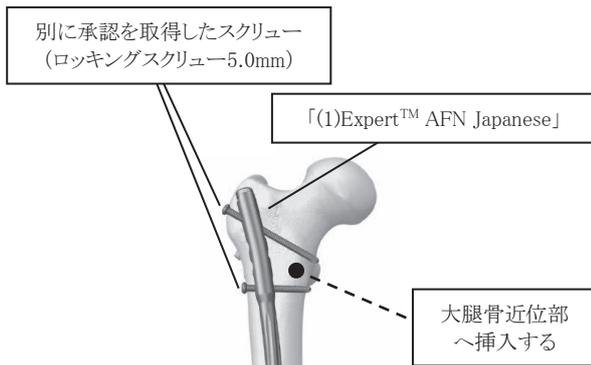

図 II-1: 別に承認を取得したスクリュー(ロッキングスクリュー5.0mm)の大腿骨近位部への挿入
- 1) 大腿骨における骨幹部骨折を固定する場合は、別に承認を取得したスクリュー(ロッキングスクリュー5.0mm)を大腿骨近位部へ挿入する。(図 II-1)